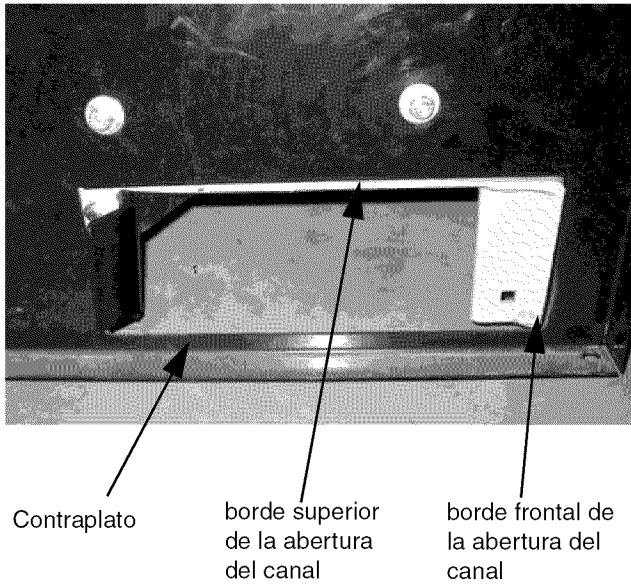

Figura 11
1. Ajuste el contraplato [F] de manera que quede al ras con la parte superior frontal de la abertura del canal como se muestra en la figura 11 y ajuste las tuercas en el soporte de montaje del canal [G].